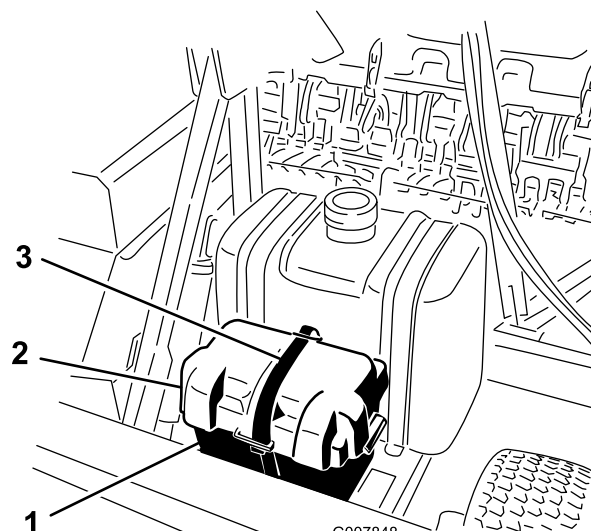

図 3
2. バッテリーカバーをバッテリーボックスに固定しているベルトストラップを外す 図 3。